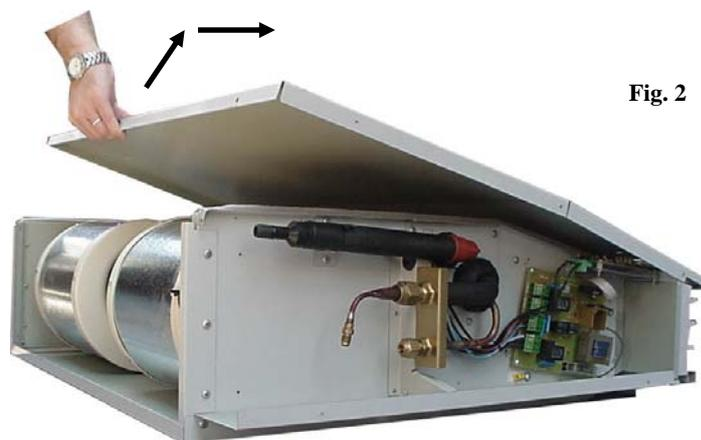

Fig. 2
1. Levante el frente y desengánchelo del borde como se indica en la Fig. 2
2. Desconecte de la bornera de interconexión los cables del motor y/o de la batería de resistencias Fig. 2